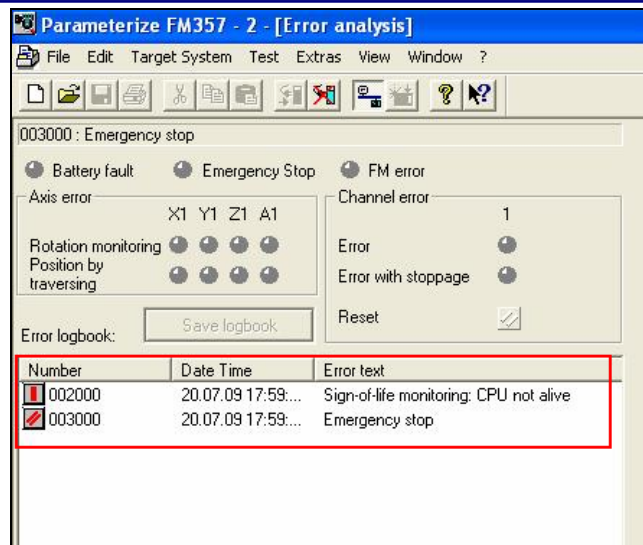

图 23 Error analysis
2) 通过菜单命令“Test” → “Error analysis”，进入 Error analysis 界面（图 23）。从图中可以看到，这里有 2 个错误。除了“3000: Emergency stop”，还有“2000: Sign-of-life monitoring: CPU not alive”。通过这 2 个错误描述可以发现与实际模拟错误是一致的。由于 CPU 没有运行，所以在监控时间内，CPU 没有输出确认信号，导致 FM357-2 急停。